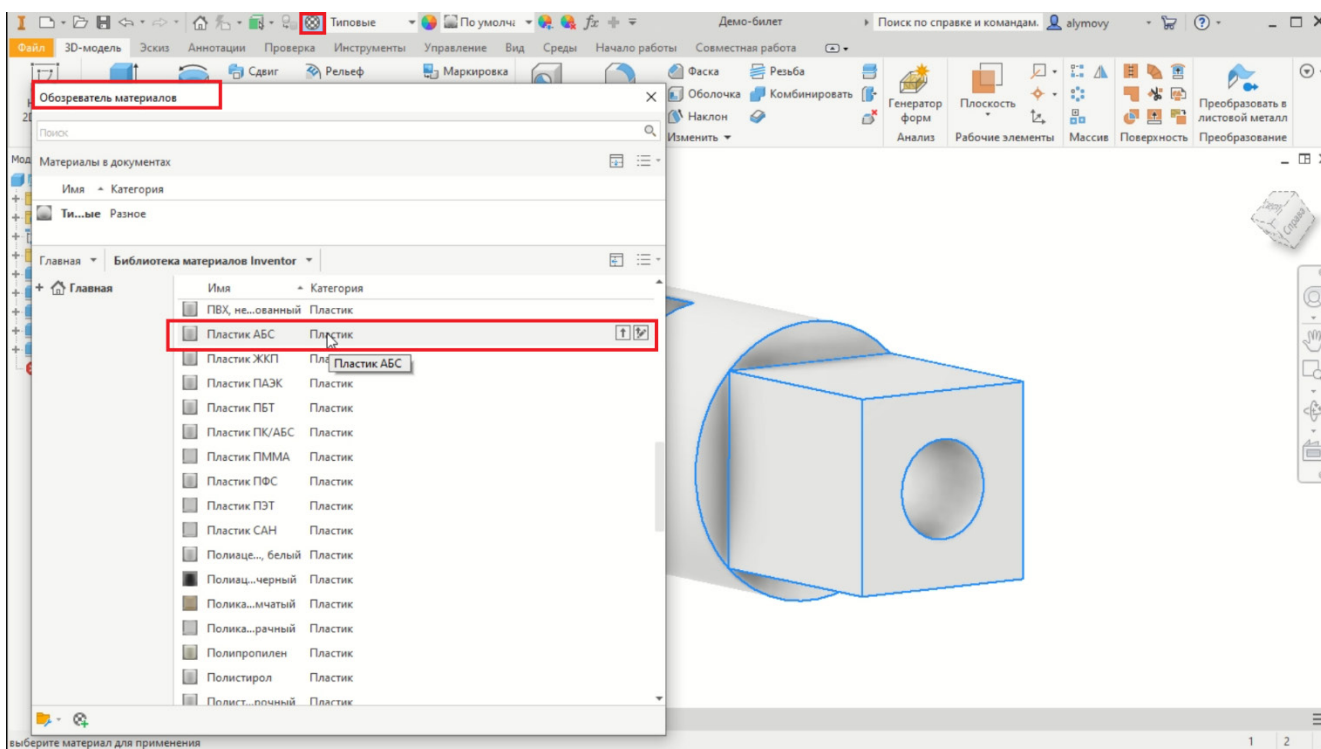

Рис. 19
8. Присваиваем 3D-модели требуемый материал (пластик АБС) из библиотеки материалов (рис. 19).